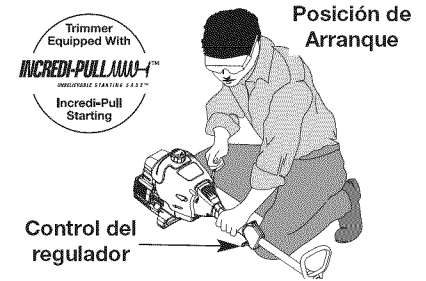

Fig. 4
ADVERTENCIA: Evite los arranques accidentales. Colóquese en posición de inicio cuando tire de la cuerda de arranque (Fig. 4). El operador y la unidad deben estar en una posición estable al arrancar la unidad para evitar graves lesiones personales.
4. Agáchese en la posición de salida (Fig. 4). No exprima la válvula reguladora, tiran de la cuerda del arrancador con un movimiento controlado hasta que la unidad comience. Espere y permita que la unidad esté desocupada por 60 segundos.